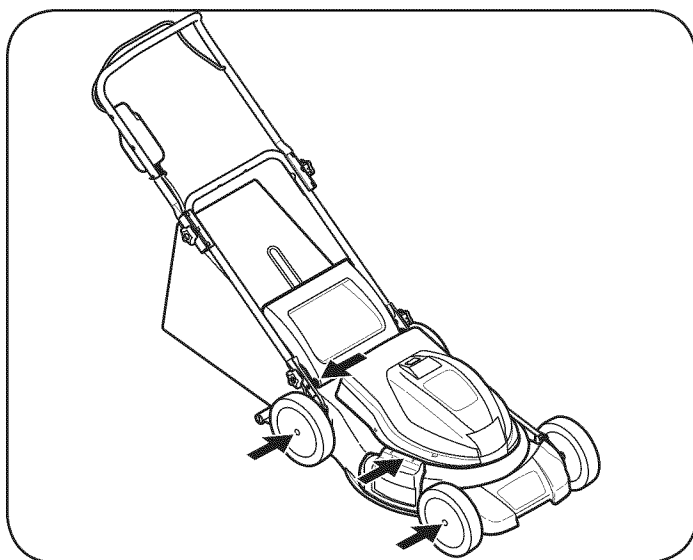

Figura 10
1. Lubrique las ruedas por lo menos una vez por temporada con aceite ligero o aceite para motor. Si las ruedas se quitan por cualquier razón, debe lubricar la superficie del brazo giratorio y la superficie interna de la rueda con aceite ligero. Vea la Figura 10.
2. Lubrique el resorte de torsión y el punto de pivote de la puerta trasera de descarga y clavija de abono lateral periódicamente con aceite ligero para evitar que se oxide. Vea la Figura 10.